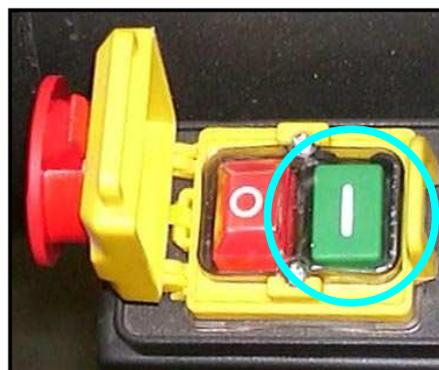

Figura 28 – Dettaglio interruttori.
Il pulsante verde (I), serve per l'avviamento (accensione) dell'aspiratore per trucioli (Figura 28). Attraverso questo pulsante, viene alimentato il motore elettrico collegato con la ventola.
Accendete prima l'aspiratore per trucioli, premendo il pulsante verde (I, Figura 28) e poi la macchina per la lavorazione del legno. Terminato l'utilizzo spegnete la macchina e poi l'aspiratore. Per l'accensione della macchina per la lavorazione del legno, seguite le istruzioni del fabbricante.